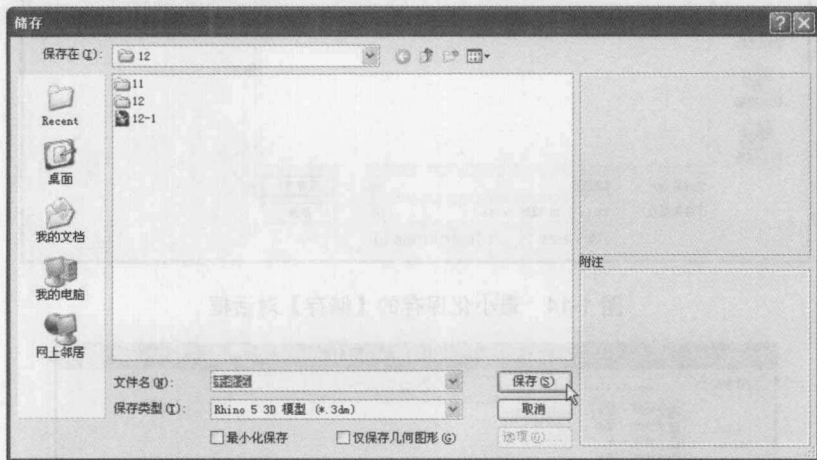

图 1-12 【储存】对话框
- (1) 在菜单栏中选择【文件】|【保存】命令，或者选择【文件】|【另存为】命令，弹出【储存】对话框，如图 1-12 所示。